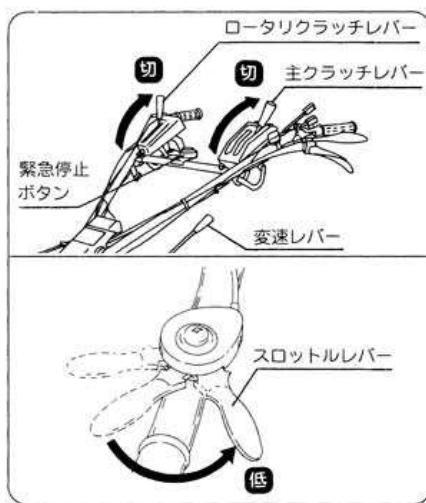

図23
(図23)
- ② スロットルレバーを【低】位置にしてください。(図23)
- ③ 緊急停止ボタン・ワンタッチ停止ボタンを押せば、エンジンはワンタッチで停止します。(図23)